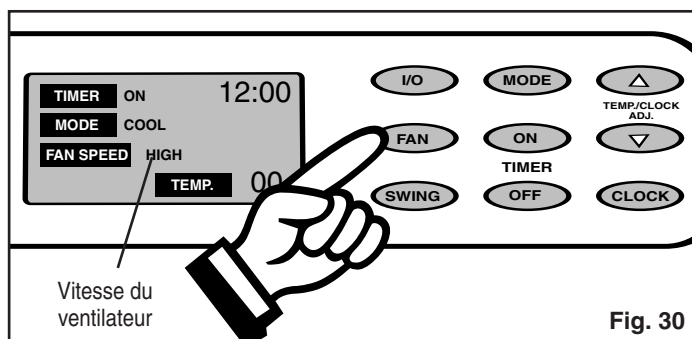

Fig. 30
- 3) Choisissez la **VITESSE DU VENTILATEUR** pour le fonctionnement désiré de l'appareil. (**Low-Med-High**) (**à l'exception du déshumidificateur, car cet mode a seulement une vitesse**). *Fig. 30.*